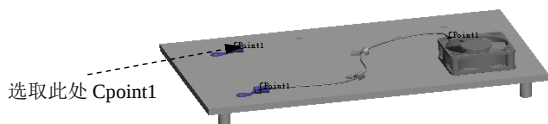

图 11.8.48 添加连接点到线路
Step1. 将点添加到线路。右击图 11.8.48 所示接头上的 CPoint1，在弹出的快捷菜单中选择 添加到线路 命令。